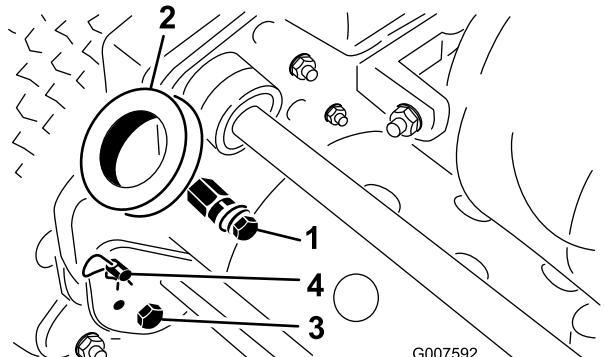

図2
- 機体両側の取り付けピンから、ボルト、ワッシャ、ロックワッシャを取り外す(図2)。
- ハンドル・アームの下部を機体両側に固定しているボルトとロックナットを取り外す(図2)。
- ハンドル・アームをフレーム後部に固定しているヘアピン・コッターとリング・ピンを取り外す(図2)。
- ハンドルの各端をハンドルアームの穴に差し込み、取り付けピンとハンドルの穴を整列させる(図2)。
- 機体左右のリング・ピンからヘアピン・コッターを抜き取る(図2)。
- ハンドルを支えながら、左右のリング・ピンを抜き、ハンドルを希望の高さにセットする(図2)。